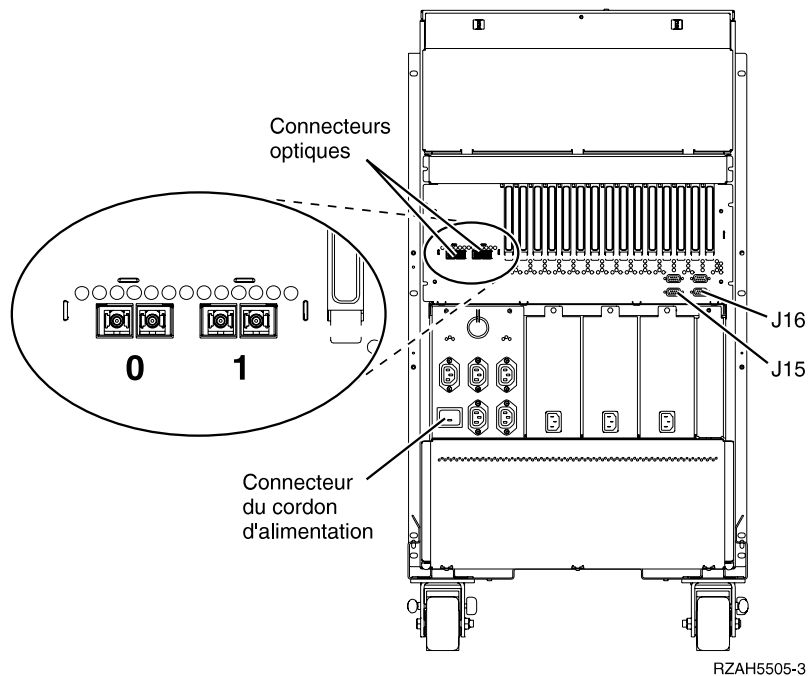

Figure 17. Emplacements des connecteurs de l'unité 5065
- ___ 11. Reportez-vous à la figure 17 à la page 16, et connectez le câble optique que vous avez retiré de l'unité X dans le connecteur optique 0 situé sur l'unité d'extension 5065. Le câble optique doit à présent relier l'unité centrale et l'unité d'extension 5065.